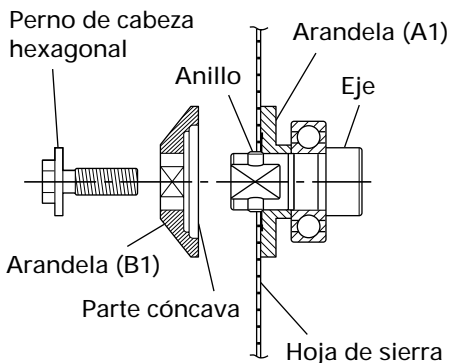

Fig. 20
2. Montaje de la hoja de sierra (Fig. 20)